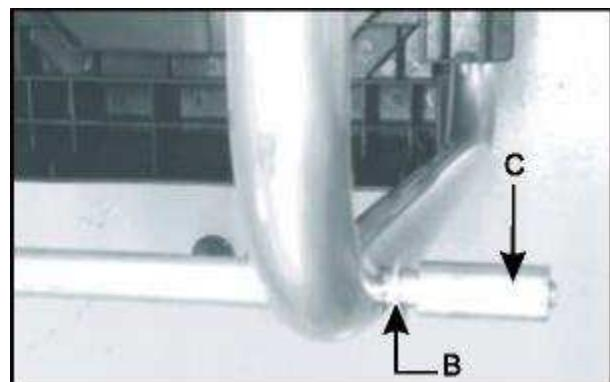

Abb. 1A
1. Stellen Sie den Häcksler auf den Kopf und klappen Sie die Beine nach oben. (Abb. 1A)
2. Stecken Sie die mitgelieferte Radachse (A) durch die entsprechenden Öffnungen. (Abb. 1A)